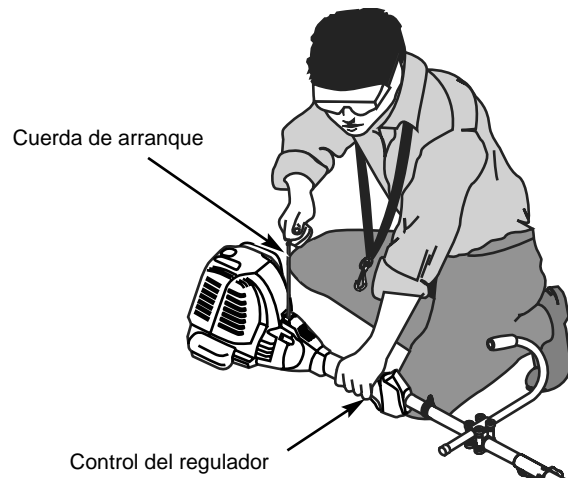

Fig. 22
ADVERTENCIA: Evite los arranques accidentales. Col—quese en posici—n de inicio cuando tire de la cuerda de arranque (Fig. 22). El operador y la unidad deben estar en una posici—n estable al arrancar la unidad para evitar graves lesiones personales. Compruebe que cualquier complemento usado se instale correctamente y que estŽ seguro, antes de poner en marcha la unidad.
5. Ag¶chese en posici—n de arranque (Fig. 22). Oprima la traba del regulador hacia adentro y apriete la palanca de control del regulador. Hale con energ’a el cord—n de arranque 5 veces.